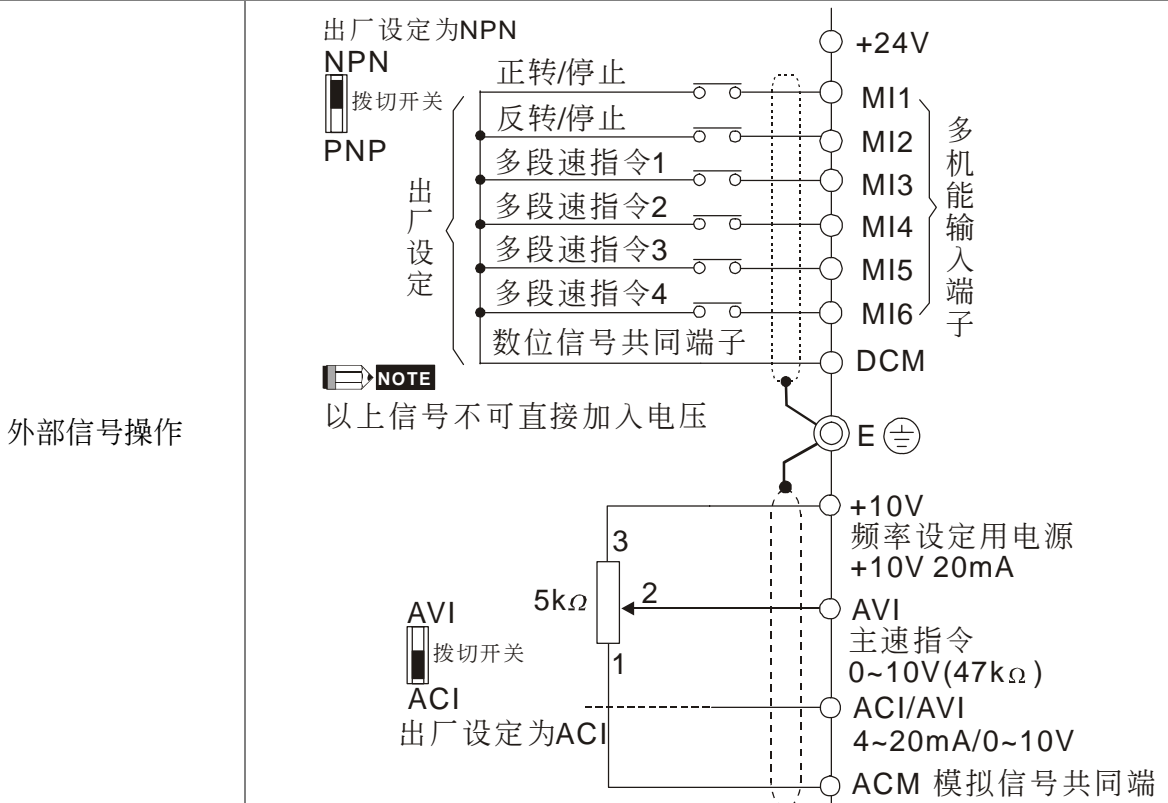

图 3-1
- ☑ 在外部端子加一个电位器在 AVI、10V、DCM 或提供 AVI-DCM 0~10Vdc（如图 3-1 所示）。